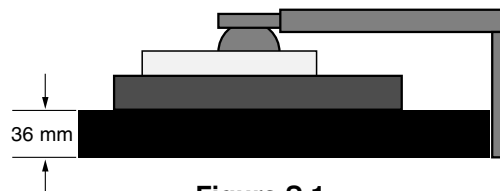

Figure S.1
3. Placez le moniteur face vers le bas sur une surface non abrasive. Placez l'écran sur une plate-forme de 36 mm de manière à ce que le support soit parallèle à la surface (**Figure S.1**).